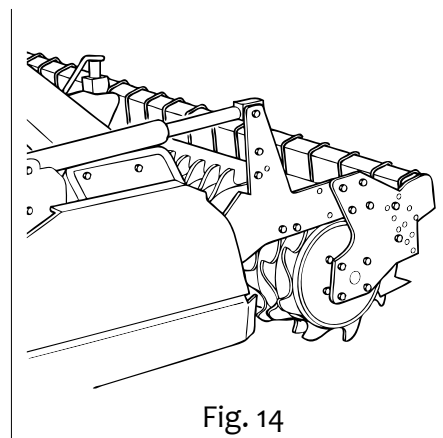

Fig. 14
3. Mit Hydrozylindern (Abb. 14). Diese Lösung für die Einstellung der Arbeitstiefe mit hydraulische betätigten Zylindern wird vom Fahrerplatz her vorgenommen, und zwar über die hydraulische Betätigung zur Ansteuerung der beiden Hydrozylinder, welche die hinteren Walzen (8 Abb. 1) und damit die Arbeitstiefe regeln. Beide Hydrozylinder sind mit Sperrventil versehen.